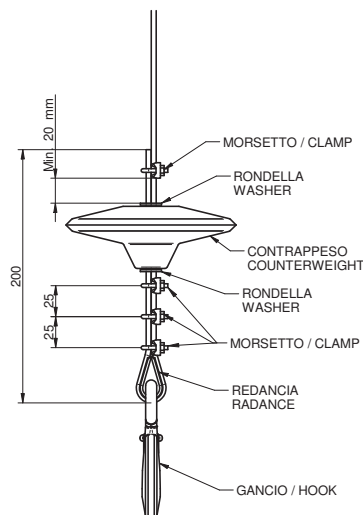

Fig. 4.7
6.2) Fig.4.7 Con tres abrazaderas de puente en la parte inferior del contrapeso montadas como en la Fig.4.8 (correcta) de la imagen inferior y una abrazadera de puente en la parte superior.